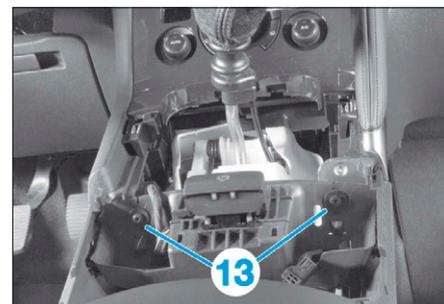

FIG. 8
- les vis supérieures (13) (Fig.8).